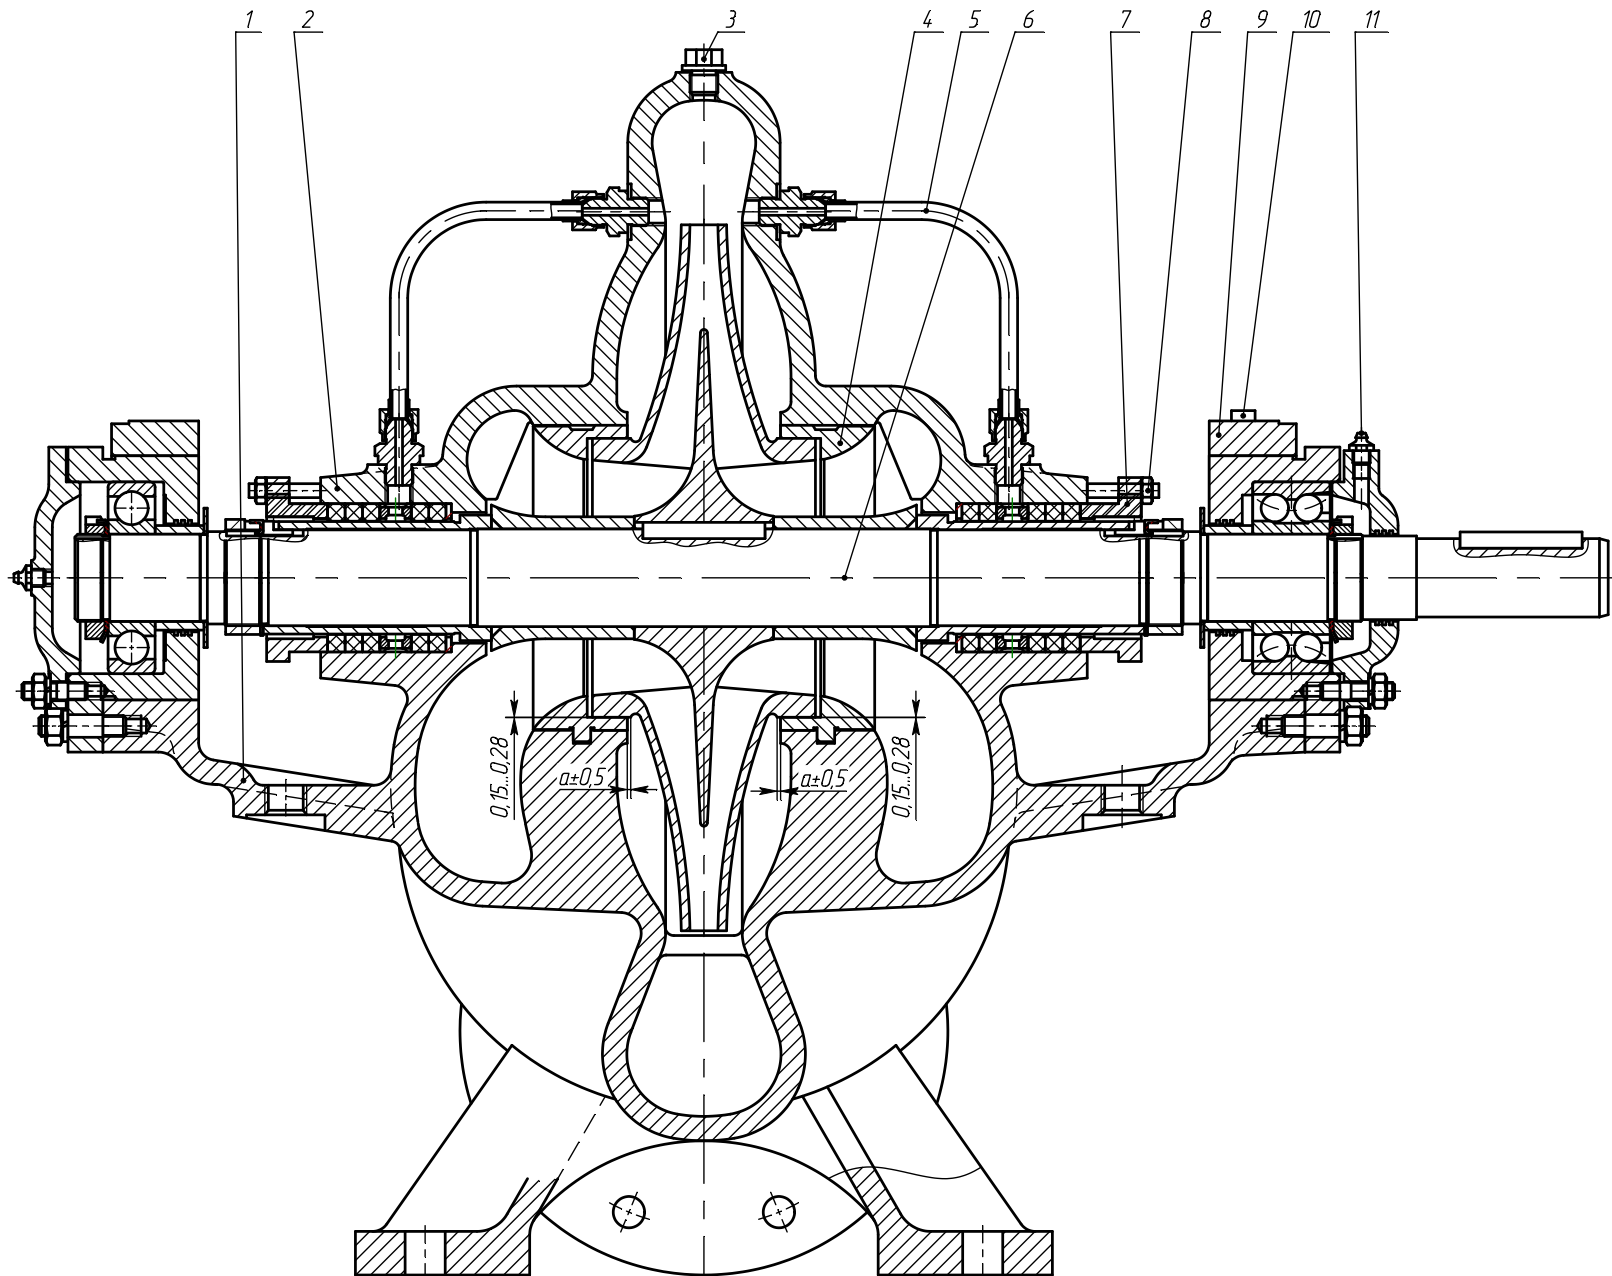

Рисунок 1 - Разрез насоса 1Д320-50
#### 5.3.4 Порядок разборки насоса (рисунок 1).
- отвернуть гайки 8 и отодвинуть крышки сальника 7 (рисунок 1);
- отвернуть гайки, крепящие скобы 9 (рисунок 1) к корпусу насоса и снять скобы;
- установить крышки сальника 7 (рисунок 1);
- завернуть болты 12 (рисунок 1), крепящие стаканы подшипников к корпусу;